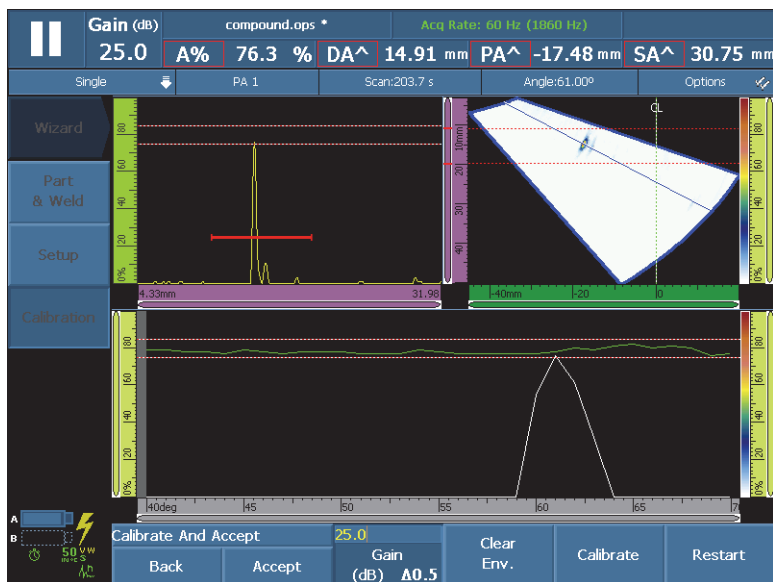

Рис. 5-14 Построение огибающей для калибровки чувствительности
- a) Перемещайте ПЭП вперед-назад по калибровочному образцу над отражателем для построения плавной огибающей в диапазоне 0–100 % для всех углов/ВАД (см. Рис. 5-14 на стр. 151).